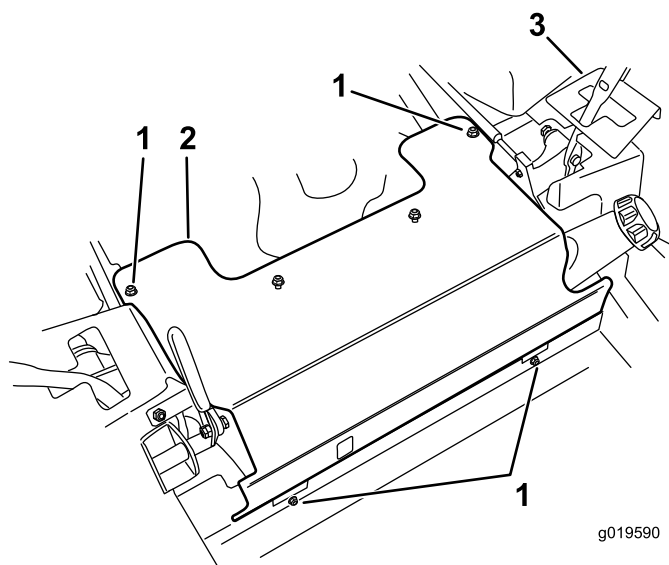

Figura 5
13. Retire los cuatro pernos que sujetan el panel frontal en su lugar, y retire el panel frontal (Figura 5).